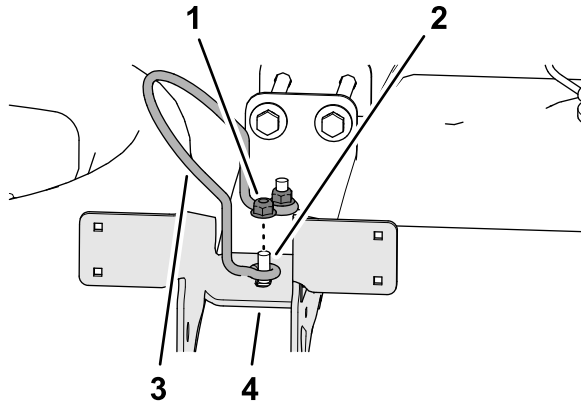

Figura 15
- Monte el tope de la tapa del depósito y las 2 contratuercas con arandela prensada que retiró en el paso 1 en los 2 pernos de cuello cuadrado superiores (Figura 15).